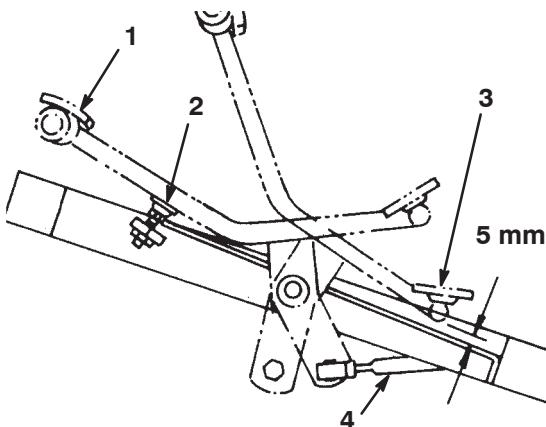

Figura 48
2. Compruebe la distancia entre la parte de abajo del pedal y el reposapiés, según muestra la Figura 48. La distancia debe ser de aproximadamente 5 mm. Si la distancia es mayor o menor que 5 mm, es necesario ajustar la varilla de control de tracción. Siga estos pasos: